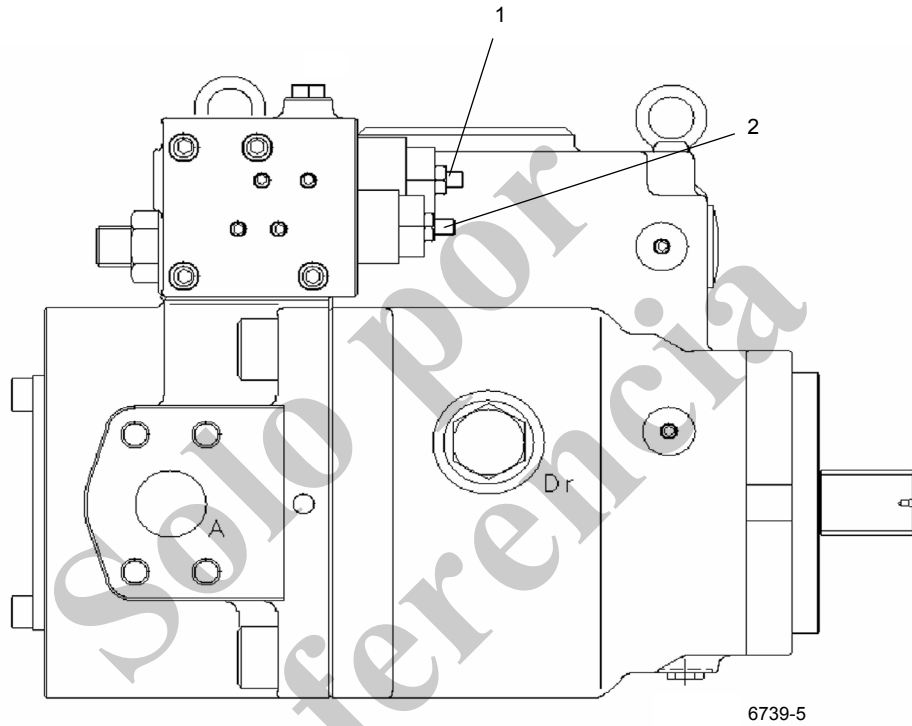

FIGURA 2-13
1. Con el motor apagado, descargue todo el aceite a presión almacenado en los acumuladores pisando el pedal de frenos de servicio en la cabina unas 4 - 6 veces. Retire el protector y la tapa de la válvula de gas del acumulador (Figura 2-13).
2. Antes de conectar el conjunto de carga a la válvula de gas del acumulador (Figura 2-13), desenrosque la manija en "T" del adaptador de gas completamente (sentido contrahorario).
6. Si la presión mide $5.5 +0.4/-0$ MPa ($800 +50/-0$ psi), retire el conjunto de la válvula de carga girando la manija en "T" completamente hacia fuera en el adaptador de gas y después abriendo la válvula de purga (Figura 2-13).